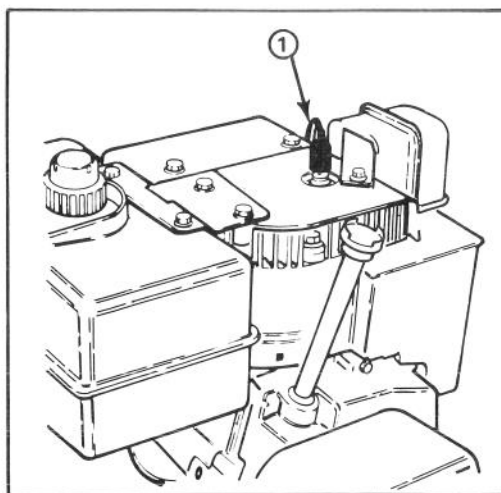

Figure 33
1. Nettoyez autour de la bougie afin d'éviter la retombée de particules dans le cylindre lors du retrait de la bougie (fig. 33).